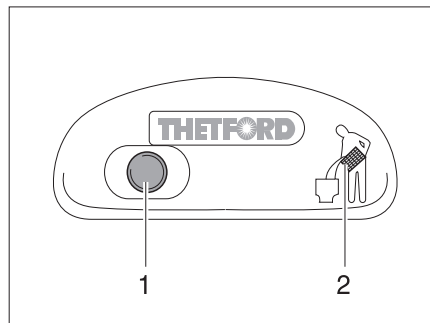

Fig. 157 Botón de lavado/luz de control del inodoro Thetford
- Para lavar, pulsar el botón de lavado azul (Fig. 157,1).
La luz de control (Fig. 157,2) se enciende cuando es necesario vaciar el cassette Thetford.